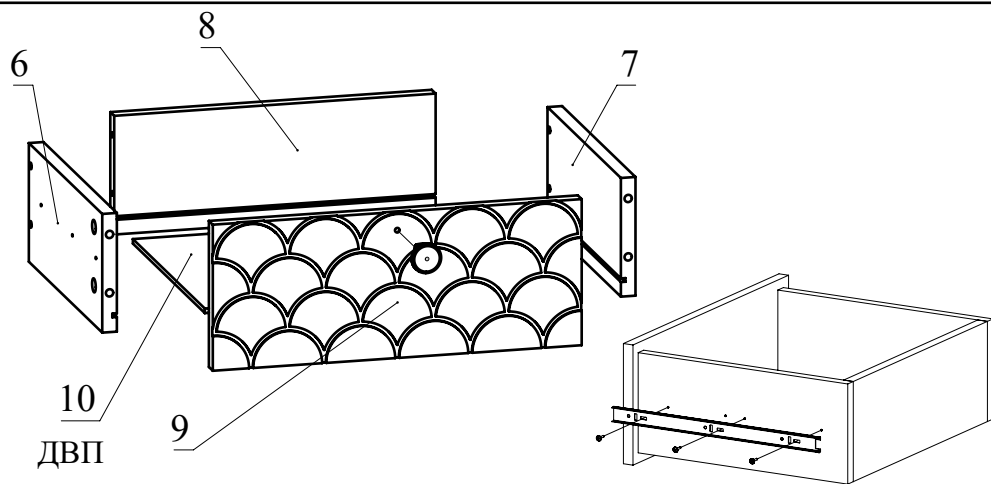
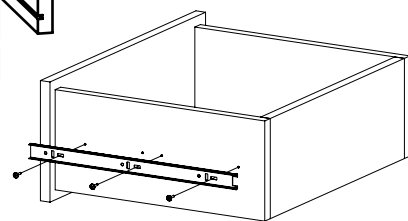

Рис.8
Рис.9
7. Соберите ящик. Для этого соедините детали 6 и 7 с деталью 8 при помощи конфирматов. Вставьте дно ящика 10 из ДВП в пазы деталей 6, 7, 8. Соедините фасад ящика с полученной конструкцией и затяните головки минификсов (Рис. 8). Закрепите внутренние планки направляющих на деталях 6 и 7 шурупами 3, 5х16 (Рис. 9). При необходимости регулировки ящика выкрутите шурупы из круглых отверстий и перекрутите в овальные (продольные и вертикальные регулировочные отверстия). Не затягивая до конца шурупы, сместите ответную планку вверх-вниз. Затяните шурупы до конца.